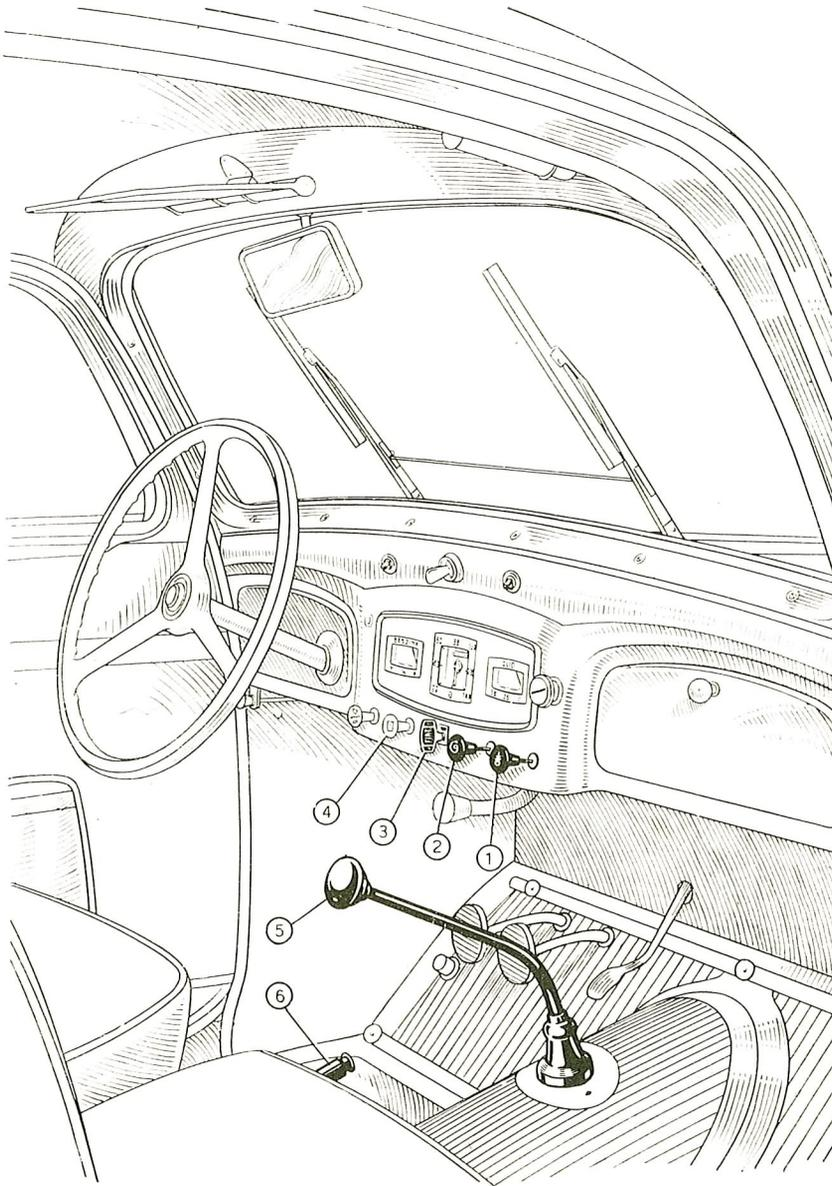

Fig. 20. — Posizione dei comandi all'avviamento a freddo del motore.
2. — AVVIAMENTO: Nell'effettuare le operazioni elencate a pag.33, ricordarsi di tirare a fondo a motore freddo il pomello I (fig. 20), corrispondente al dispositivo d'avviamento del carburatore (miscela molto ricca). A motore sufficientemente caldo, tale manovra può essere superflua. Oppure, nel caso del carburatore Solex, il tirante può essere tirato soltanto a metà corsa (miscela leggermente ricca).
3. — DOPO L'AVVIAMENTO: Non spingere subito il motore in velocità, ma dare tempo all'olio di riscaldarsi, affinché possa regolarmente circolare. Riportare quindi a riposo il pomello I (fig. 20). Con carburatore Solex occorre, appena il motore si è leggermente riscaldato, spingere a metà corsa il pomello, per poi spingerlo a fondo quando si sia sufficientemente riscaldato.
Ciò fatto, si tiri completamente all'infuori il pomello 1 (fig. 20), cioè quello che comanda il funzionamento del carburatore all'avviamento (miscela ricca), lasciando invece nella posizione di riposo il pomello 4 relativo al tirante dell'acceleratore. Così il motore è pronto per l'avviamento.
Infine si tira a fondo il pomello 2 (fig. 20) che mette in azione il motorino elettrico e si mantiene in questa posizione finché il motore a benzina non sia decisamente avviato, cioè senza perdita d'accensioni.
munito di carburatore Solex, occorre lasciare per qualche tempo il pomello 1 (fig. 20) in posizione di metà corsa (miscela leggermente ricca).
Se il motore tendesse a fermarsi dopo avviato, si può dare qualche colpo d'acceleratore e mantenerlo a velocità leggermente aumentata, tirando alquanto il pomello 4 (fig. 20) che agisce pure sull'acceleratore. Si eviti comunque in modo assoluto di portare il motore a grande velocità, finchè non sia ben caldo.
Dato che con l'aumentare della temperatura aumenta l'evaporazione della benzina, è possibile che a motore caldo o nella stagione estiva la manovra normale d'avviamento con il pomello 1 (fig. 20) non sia conveniente, poichè potrebbe risulturne una miscela eccessivamente ricca, che difficilmente si accenderà. In questo caso può essere opportuno diluire alquanto la miscela, tirando anche il pomello 4 dell'acceleratore per circa 1/4 della sua corsa, se montato il carburatore Zenith, oppure portare in posizione intermedia il pomello 1 se è montato il carburatore Solex.